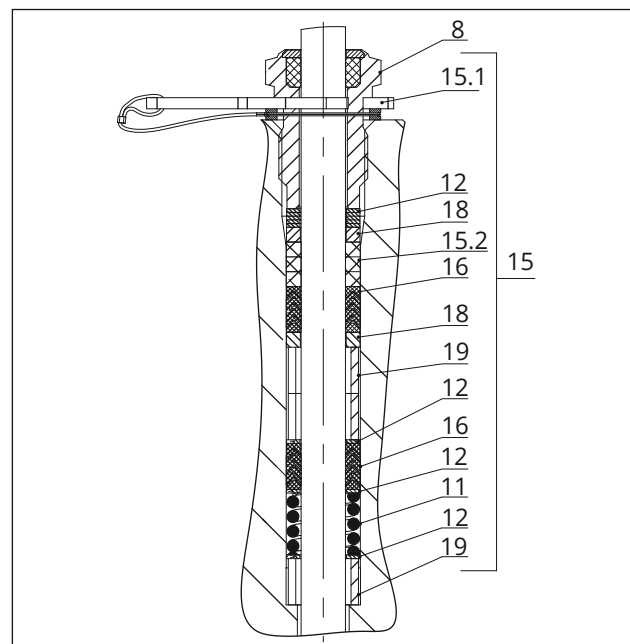
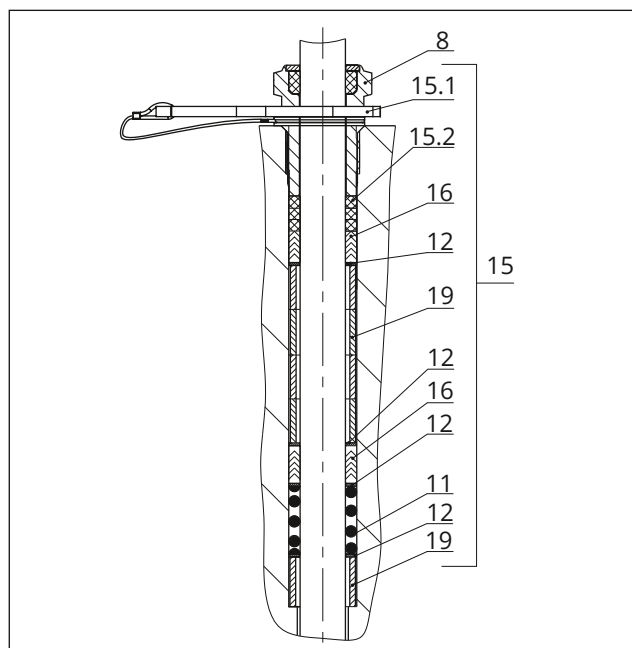

Fig. 26 : Garniture de presse-étoupe ADSEAL :
Fig. 27 : Garniture de presse-étoupe ADSEAL :
2. Insérer avec précaution les pièces du presse-étoupe dans leur logement à l'aide d'un outil approprié en les faisant passer par-dessus la tige de clapet. Veiller à les remonter dans le bon ordre, cf. Fig. 26 et Fig. 27.
4. Insérer le disque d'écartement rouge (15.1) entre le fouloir (8) et la bague de retenue, cf. Fig. 26 ou Fig. 27.
2. Insérer avec précaution les pièces du presse-étoupe dans leur logement à l'aide d'un outil approprié en les faisant passer par-dessus la tige de clapet. Respecter l'ordre de montage correct, voir Fig. 26 ou Fig. 27.
16. Insérer avec précaution les pièces du presse-étoupe dans leur logement à l'aide d'un outil approprié en les faisant passer par-dessus la tige de clapet. Veiller à les remonter dans le bon ordre, cf. Fig. 25 ou Fig. 26 et Fig. 27.
17. Enfoncer le clapet (5) dans le siège (4). Fixer alors la bride (2) à l'aide des écrous de corps (14). Serrer progressivement les écrous de corps en diagonale. Respecter les couples de serrage prescrits.
18. Visser le fouloir (8) jusqu'en butée. Respecter les couples de serrage prescrits.
19. Placer l'arcade (3) sur la bride (2) et la fixer fermement à l'aide de l'écrou à frapper (92).
20. Visser légèrement le contre-écrou (10) et l'écrou d'accouplement (9) sur la tige de clapet.